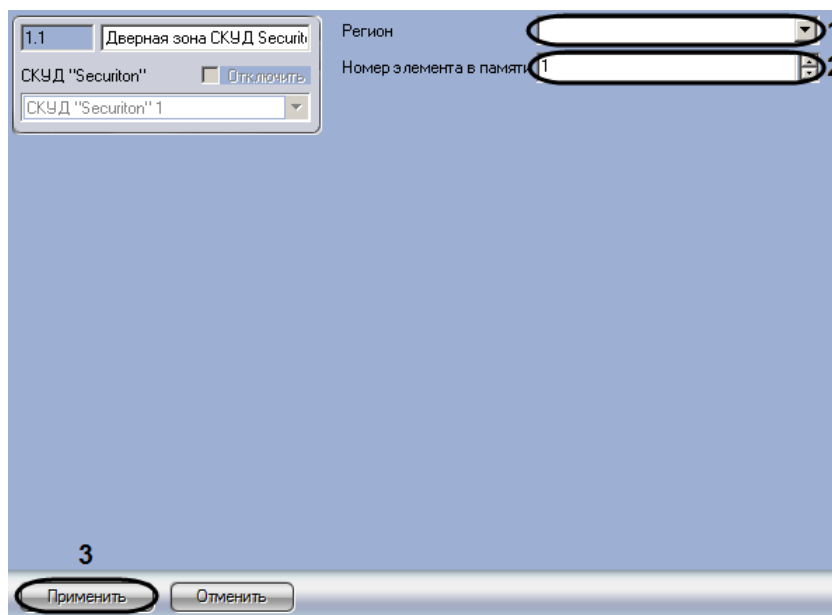

Рис. 3.4—12 Настройка дверной зоны
2. Из раскрывающегося списка **Регион** выбрать объект **Регион**, соответствующий настраиваемой дверной зоне (см. Рис. 3.4—12, 1). В ПК *ACFA Intellect* объекты **Раздел** создаются на вкладке **Программирование** диалогового окна **Настройка системы** на базе объекта **Область**.
3. В поле **Номер элемента в памяти** ввести с помощью кнопок **вверх-вниз** уникальный среди объектов данного типа номер дверной зоны (см. Рис. 3.4—12, 2).